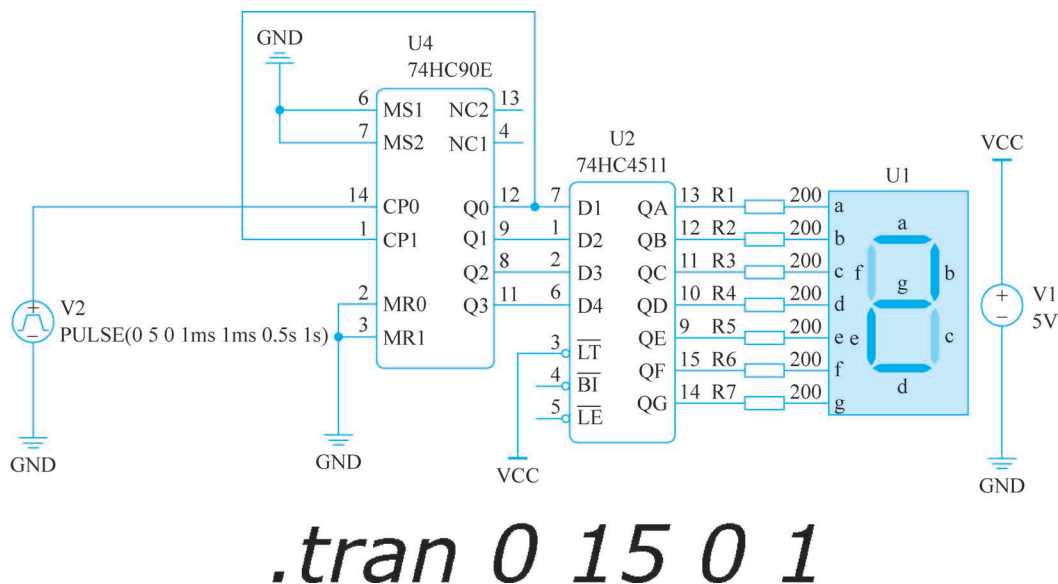

图 3-31 七段数码管电路仿真显示
(1) 运行 Spice 仿真后,系统运行并显示仿真结果,如图 3-31 所示,七段数码管数字自动增加并在 15 次之后停止运行。
(2) 从图 3-31 所示的仿真波形可以看出,74HC90 的十进制计数、74HC4511 的 7 段译码器及共阴级数码管显示功能正常。
(3) 保存原理图文件和工程,并退出该工程。